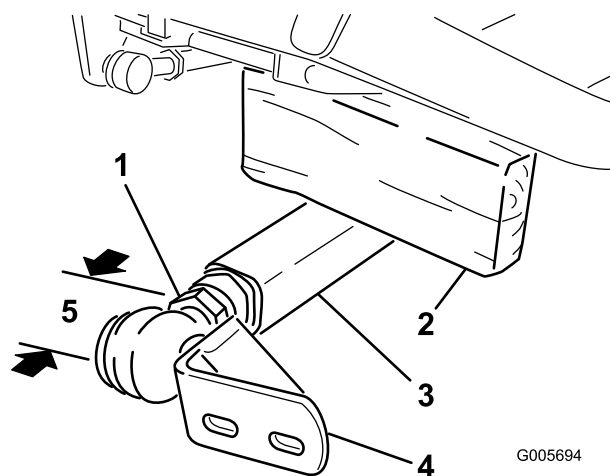

図 6
4. その間に、プッシュアーム上部とフレームとの間に 51 x 102mm 程度の角材をはさみ込む 図6。
5. 左側プッシュアームにボールジョイントを取り付け、ボールジョイントの中央とプッシュアームの先端との距離が 60mm になるまでねじ込む 図6。